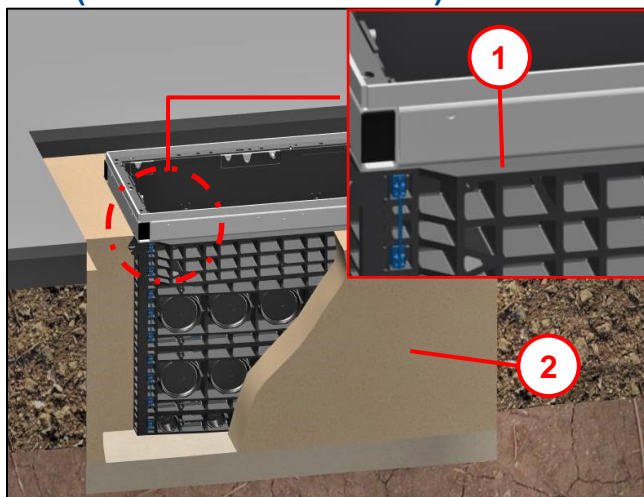

Рис. 30
- Постепенно заполнить котлован уплотняющим материалом (3) согласно ZTV A-StB 12 (или ZTV E-StB 09) до **опорной поверхности торцевой рамы (2)** (см. Также Рис. 30).
- Резьбовые штифты с внутренним шестигранником SW5 для регулировки по высоте (1) имеются во всех четырех углах.